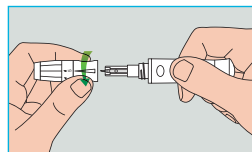

Abbildung 91
4. Stellen Sie die Einstichtiefe durch Drehen des Tiefeneinstellers ein (die Stechhilfe verfügt über 10 Einstellungen für die Einstichtiefe). Wählen Sie die niedrigste Einstellung, die immer noch eine ausreichende Blutprobe liefert, um den leichten Schmerz zu verringern (Abbildung 91).